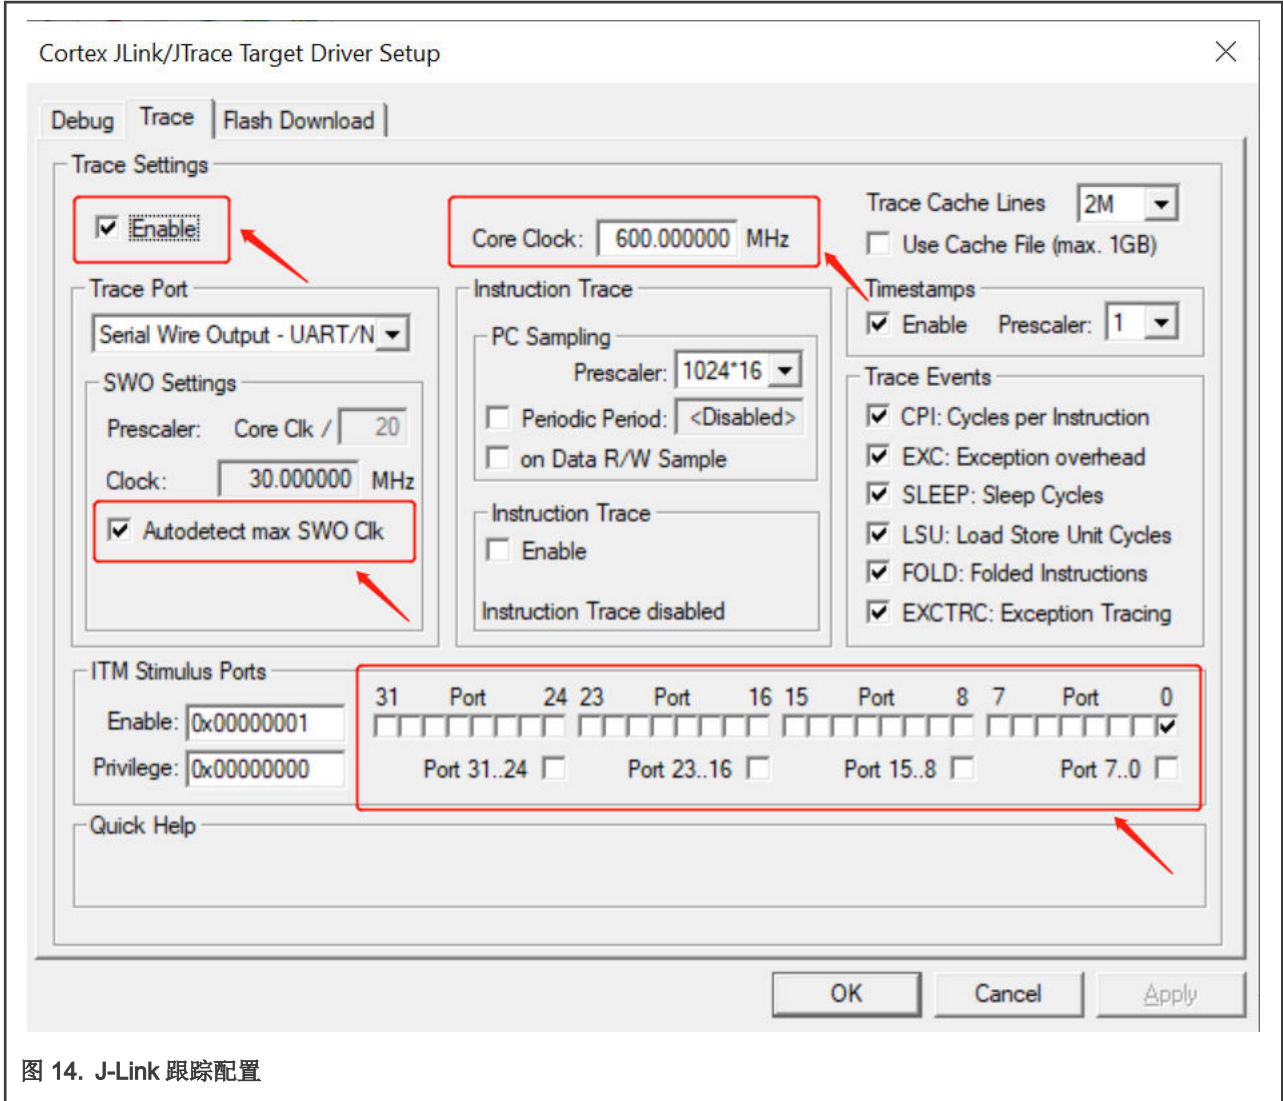

图 14. J-Link 跟踪配置
5. 单击 **Trace** 菜单，进行如图 14 所示。